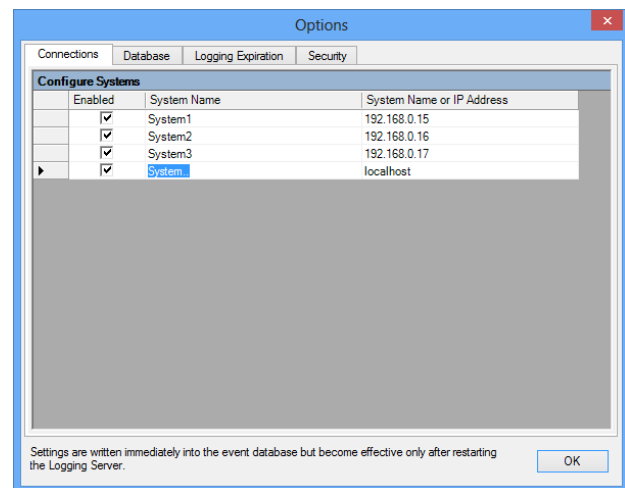

рисунок 58.6: Добавить систему (1)
- 1 Нажмите на поле *Enabled* ряда, который отмечен звездочкой (*). К списку систем добавляется новый ряд (см. рисунок 58.6).